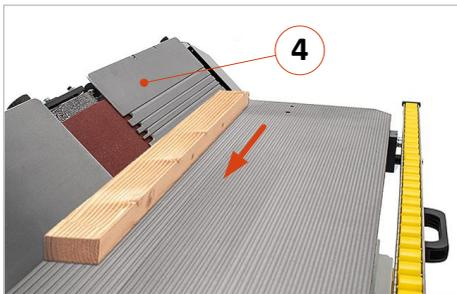

Abbildung 42: Schleifschuh - Fase schleifen
- **Wichtig:** Stellen Sie zunächst eine Schleiftiefe für die Fase am Einlauflineal (4) des Furnieranschlages ein. Die detaillierte Vorgehensweise finden Sie im Abschnitt ⇒ 11.5.4.
- Das Werkstück mit beiden Händen gut festhalten und - von der Seite des Einlauflineals beginnend - in Pfeilrichtung entlang der Furnieransschläge vorschieben (⇒ Abbildung 42).